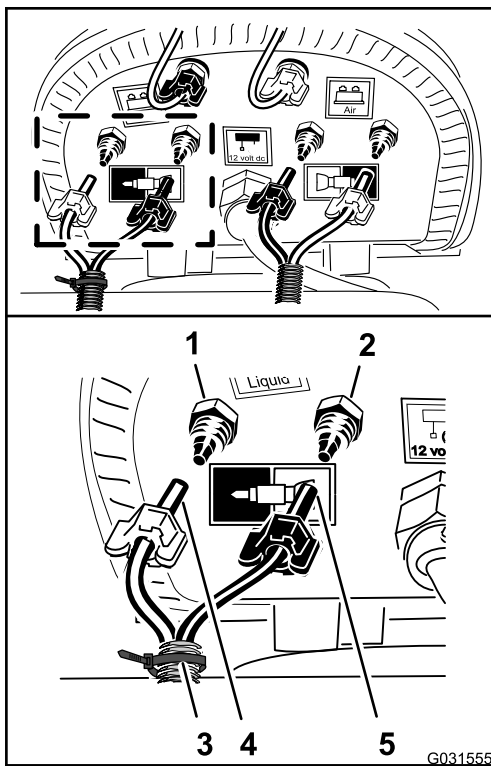

Figura 143
1. Conecte usando la brida que preparó en el paso 9 de Preparación de los conjuntos de tubos nuevos para las boquillas del marcador de espuma (página 13), alineando el tubo azul del sección de fumigación derecha con el acoplamiento de compresión del circuito de agua de la sección de fumigación derecha (Figura 143).
- Ensamble la tuerca de compresión del tubo en el acoplamiento y apriete la tuerca a mano (Figura 143).
- Alinee el tubo transparente de la sección de fumigación derecha con el acoplamiento de compresión del circuito de aire de la sección de fumigación derecha (Figura 143).